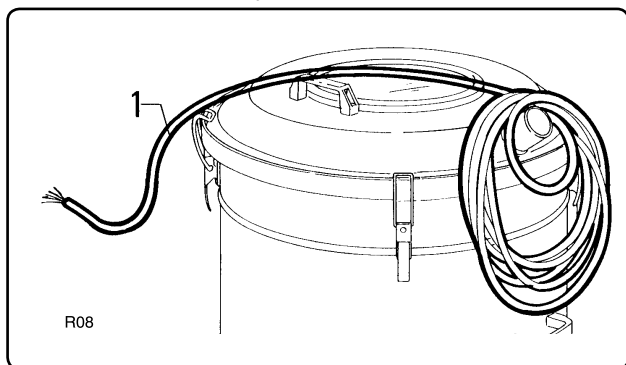

Рис. 5.2.1
5.2 - Подключение к электрической сети (рис. 5.2.1)
Пылесос оснащен кабелем "1", рис. 5.2.1. Кабель поставляется без штепсельного предохранителя.